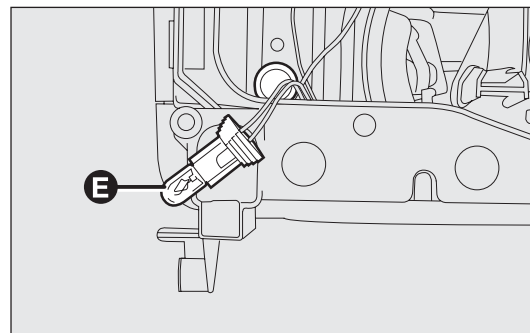

fig. 143
- enlever l'ampoule grillée E-fig. 143 et engager la nouvelle ampoule ;